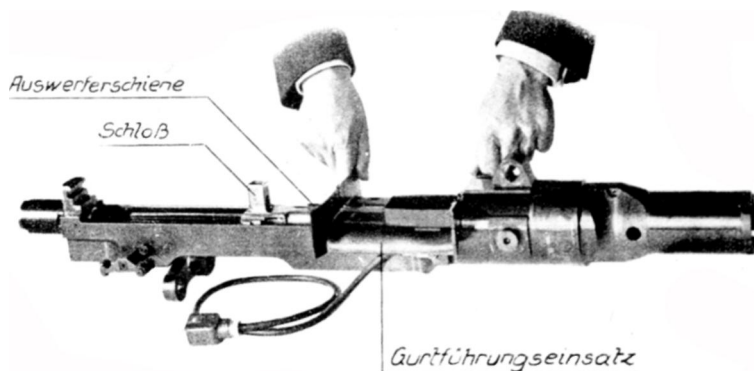

Abb. 55: Abnehmen des Gurtführungseinsatzes
3. Abnehmen des Gurtführungseinsatzes (Abb. 55)